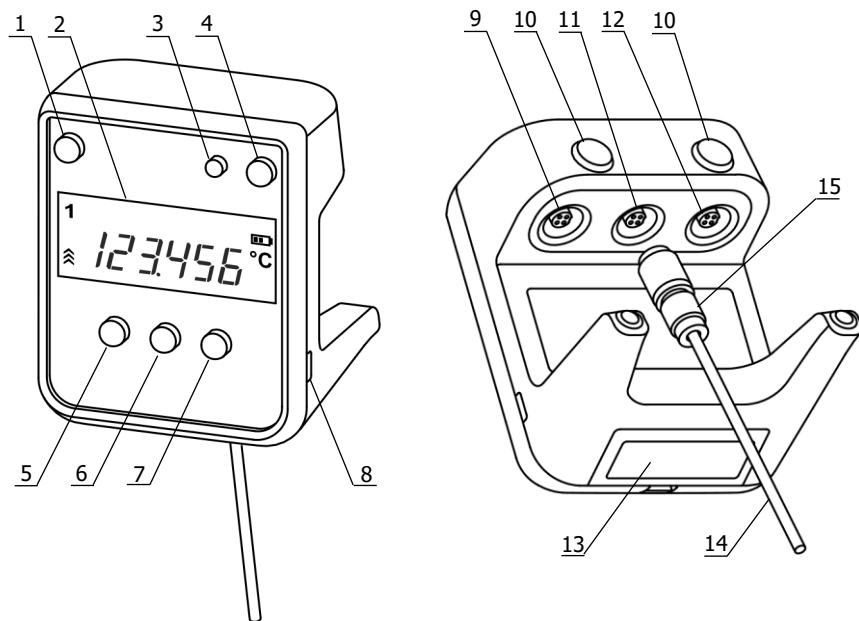
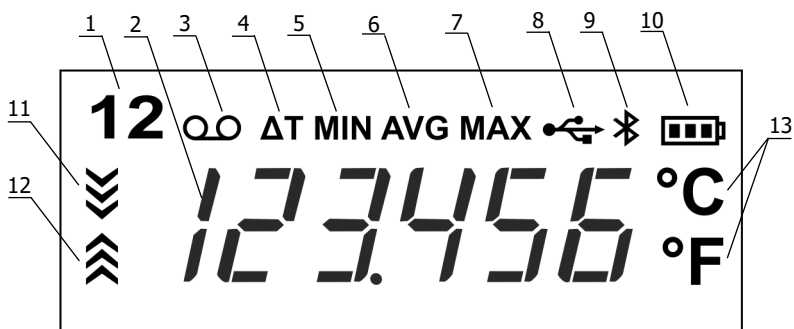

Рисунок 1 — Внешний вид термометра
Рисунок 2 — Дисплей термометра
2.2.3 Включить питание термометра кнопкой 4 (рисунок 1). Прибор не требует предварительного прогрева и сразу же готов к работе.
2.3.2 В случае двухканального исполнения электронного блока переключение каналов выполняется нажатием кнопки 1 (рисунок 1). При этом загорается соответствующий индикатор канала 1 (рисунок 2).
2.3.3 Для оценки направления и скорости изменения температуры служат индикаторы 11 и 12 (рисунок 2), которые загораются при уменьшении или увеличении измеряемой температуры соответственно. Чем быстрее изменяется температура, тем большее количество "шевронов" загорается в соответствующем индикаторе.
2.4.2 Состояние элементов питания отображается на дисплее индикатором 10 (рисунок 2). Чем меньше "полосок" содержит символ батареи, тем сильнее разряжены элементы питания. Признаком необходимости замены элементов питания является индикатор без "полосок".
2.4.3 Для замены элементов питания открыть крышку батарейного отсека 13 (рисунок 1), извлечь старые элементы и установить новые, соблюдая полярность.
2.5.2 Для запуска/остановки записи результатов измерений в память, нажать кнопку 7 (рисунок 1). Индикатор 3 (рисунок 2) виден, когда запись результатов включена. Запись выполняется циклически.
2.6.1 При выполнении измерений термометр, начиная с момента включения, непрерывно отслеживает значения минимальной, средней и максимальной температуры датчика для каждого измерительного канала. Многократное нажатие кнопки 6 (рисунок 1) последовательно выводит на дисплей значения этих температур вместе с соответствующим индикатором 5–7 (рисунок 2).
2.6.2 Для двухканального исполнения электронного блока дополнительно имеется функция определения разности температур, измеренных датчиками первого и второго каналов. Результат работы этой функции можно вывести на дисплей нажатиями кнопки 6 (рисунок 1) до появления индикатора 4 (рисунок 2).
2.7.2 Для переключения между единицами измерений температуры нажать кнопку 5 (рисунок 1) и, удерживая ее, нажать кнопку 6.
2.8.2 Для циклического изменения количества знаков после запятой нажать кнопку 5 (рисунок 1) и, удерживая ее, нажать кнопку 7.
2.9.2 Переход в режим секундомера и обратно выполняется нажатием кнопки 1 (рисунок 1).
- подключить соответствующий разъем кабеля microUSB из комплекта поставки к разъему 8 (рисунок 1);
- включить термометр, при этом должен появиться индикатор 8 (рисунок 2);
2.11.2 Включение/выключение модуля осуществляется нажатием кнопки 3 (рисунок 1). Когда модуль включен, виден индикатор 9 (рисунок 2).